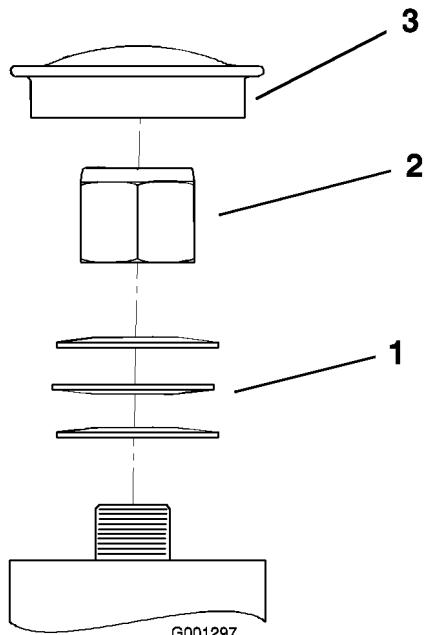

Bild 51
3. Entfernen Sie den Staubdeckel vom Laufrad und ziehen Sie die Sicherungsmutter an (Bild 51).
4. Ziehen Sie die Sicherungsmutter so weit fest, dass die Federscheiben flach liegen und schrauben dann um 1/4 Umdrehung zurück, um die Lager richtig vorzuspannen (Bild 51).
- Wichtig:** Achten Sie darauf, dass die Federscheiben korrekt wie in Bild 51 dargestellt eingesetzt sind.
5. Setzen Sie den Staubdeckel ein (Bild 51).